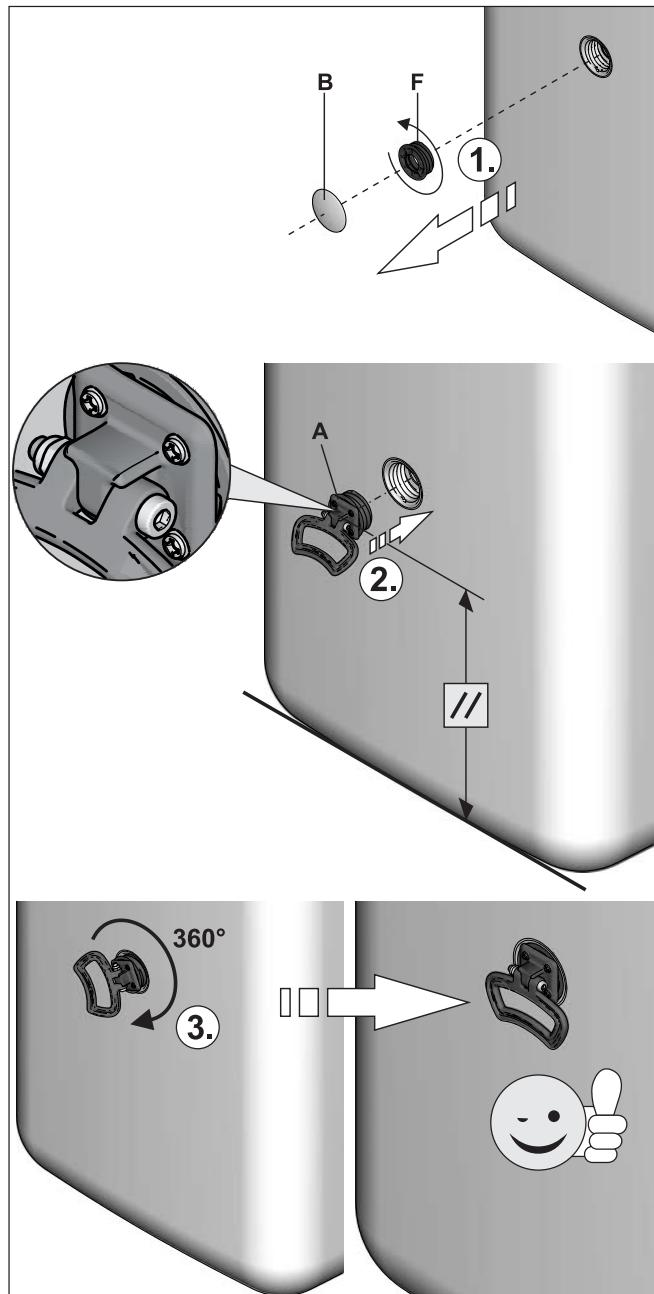

Fig. 2-2 Montare le maniglie
- Rimuovere le maschere di copertura sul contenitore del serbatoio (fig. 2-2, pos. B) e svitare i pezzi filettati (fig. 2-2, pos. F) dalle aperture a cui devono essere montate le maniglie.
- Avvitare le maniglie (fig. 2-2, pos. A) nei fori filettati rimasti liberi.